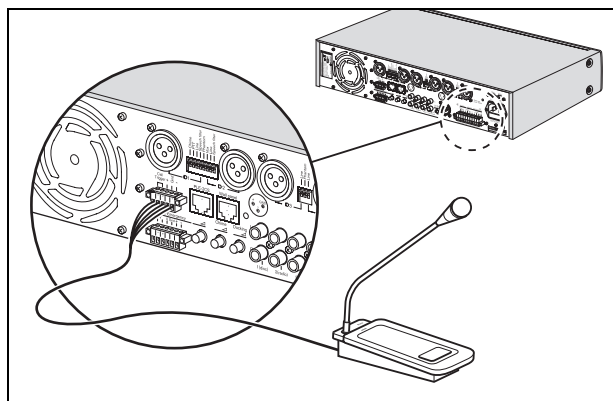

figura 4.4: Conector tipo europeu com contacto
- Conector tipo europeu com contacto. Consulte o figura 4.4.